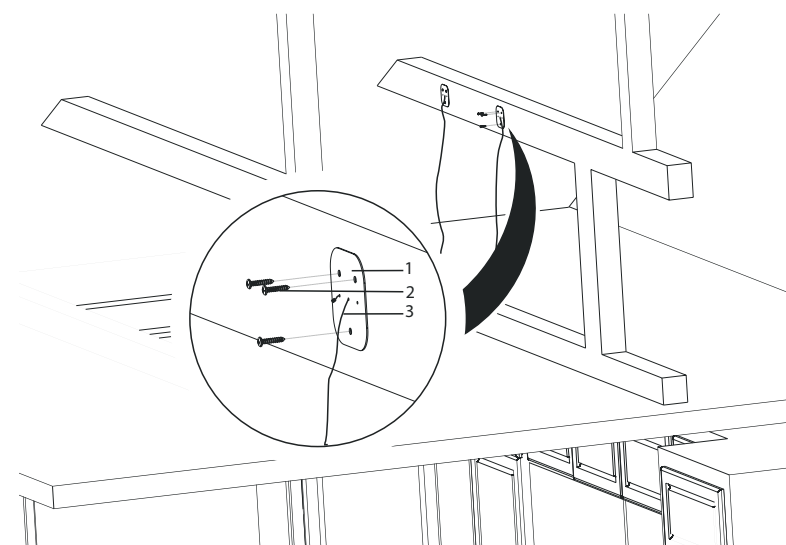

Fig. 9
3. ➤ Montera de fyra upphångningsplattorna, som ståltrådarna sitter fast i på en läkt i taket eller på loftet. Upphångningsplattorna kan hänga antingen horisontalt eller vertikalt (observera att läkten måste vara tillräckligt stabil för att kunna bära fläkten). Upphångningsplattorna fästs med 3x 3.9x22 skruvar (Fig. 9).